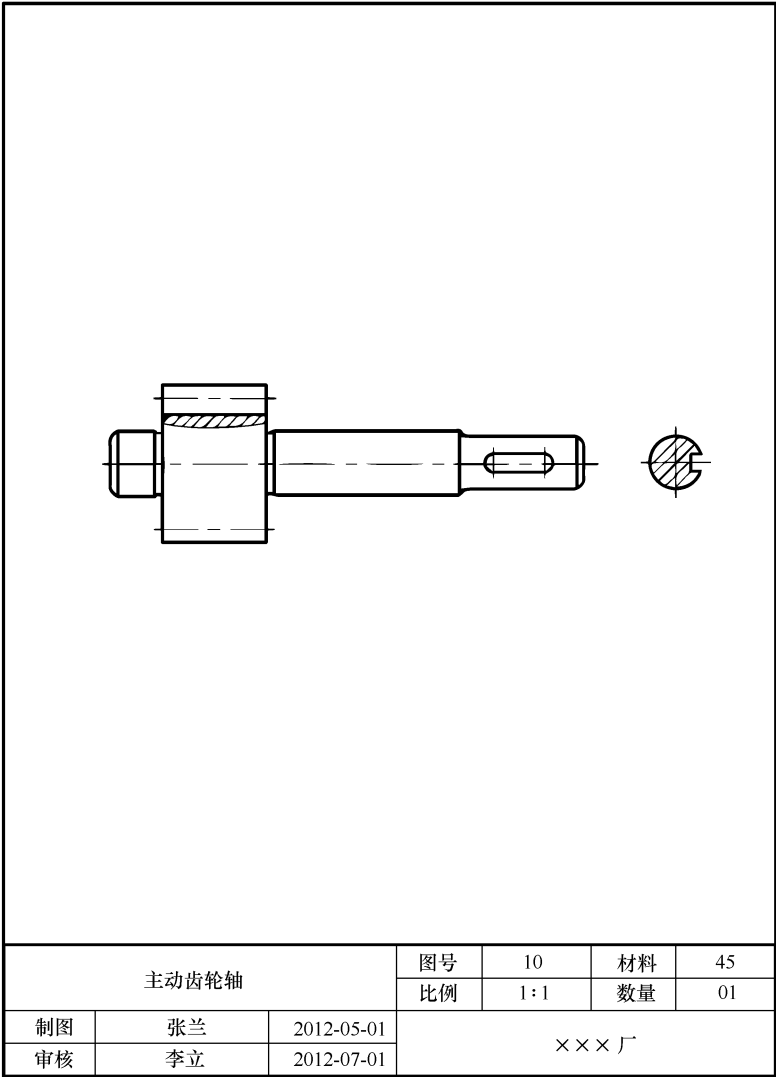

图 12-10 插入 A4 图框
Step 2 移动图框：调用菜单栏“修改”→“移动”命令，将 A4 图框移动到合适位置。插入 A4 图框，如图 12-10 所示。